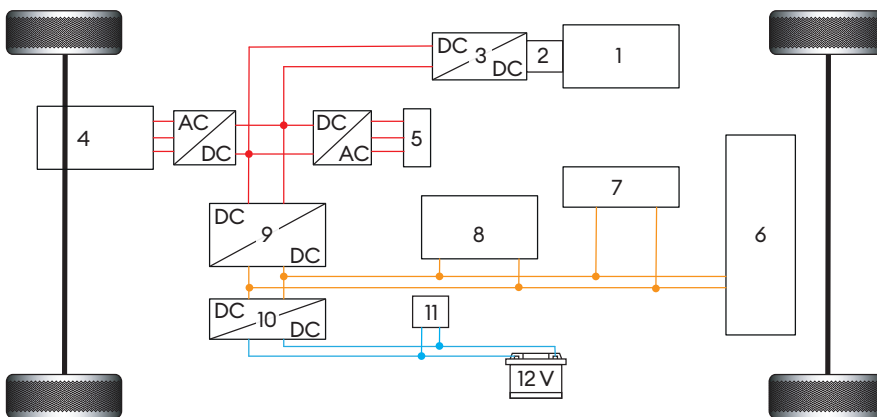

Fig. 1: rete di bordo FCEV
La struttura dell'impianto elettrico (fig. 1) è sostanzialmente paragonabile a quella di un BEV. È ancora disponibile un livello di tensione fino a 14 V, che si realizza con una batteria convenzionale da 12 V. In questo modo, molte utenze possono essere semplicemente riciclate e non devono essere adattate all'alto voltaggio. Come esempio, nella fig. 1 è stato integrato il servosterzo elettrico. Oltre alla rete di bordo da 14 V, però, ora abbiamo due livelli di alta tensione e non uno solo come avviene di solito. Questa differenza è causata dalla cella a combustibile, che è l'effettivo fornitore di energia e dalla batteria ad alto voltaggio, che non è progettata per la stessa tensione della cella a combustibile. Inoltre, sono necessari altri sistemi per l'approvvigionamento di idrogeno e per
Nella cella a combustibile, la tensione è generata da una reazione chimica. A seconda del numero di celle, nei modelli attuali la tensione può raggiungere i 370 V. Questo valore viene aumentato a 650 V nel convertitore step-up (3 nella fig. 1) direttamente dopo la cella a combustibile. Si utilizza un convertitore step-up poiché la tensione dalla cella a combustibile viene sempre aumentata. Grazie a questo aumento, la potenza in uscita è maggiore a parità di corrente, il che comporta un miglior rendimento elettrico. Questo perché a valori di corrente più bassi le perdite di tensione sulle linee e sui collegamenti diventano minori. La corrente in uscita viene rilevata tramite un sensore, in modo che la tensione necessaria possa essere regolata tramite il tempo di inserimento dei transistor MOSFET. Questo consente al motore elettrico di funzionare con una tensione compresa tra 370 V e 650 V. Ciò si traduce in prestazioni di guida sufficienti in tutte le situazioni operative. Nei convertitori DC/AC la tensione aumentata viene convertita in corrente alternata trifase. Questa alimenta sia il motore di trazione che il compressore dell'aria della cella a combustibile. La batteria AV ha un livello di tensione leggermente inferiore, pari a 310 V. Questo grazie all'uso di due pile con 42 celle agli ioni di litio ciascuna. La batteria AV ha diversi compiti in questo sistema elettrico. Poiché in caso di forte accelerazione la cella a combustibile
Il convertitore DC/DC (9 nella fig. 1), tra il convertitore step-up (3) e la batteria, viene utilizzato per regolare la tensione nel circuito. Grazie alla cella a combustibile, la batteria può essere ricaricata sia da ferma che durante la guida. Quando è ferma, la tensione generata dalla cella a combustibile viene trasformata nel livello di tensione richiesto dal convertitore DC/DC (9). Per ottimizzare questo processo di carica, la batteria è dotata di vari sensori che forniscono informazioni al sistema di gestione della batteria. Questo include un sensore di tensione che monitora il voltaggio della batteria e un sensore di corrente. Questi sensori vengono utilizzati per monitorare la batteria durante la carica e la scarica, al fine di ottimizzare il processo. Quando il veicolo è fermo e lo stato di carica della batteria è sufficientemente elevato, la cella a combustibile non funziona. Per questo motivo, al primo avviamento del veicolo viene utilizzata la batteria e per gli avviamenti successivi la cella a combustibile. Il terzo convertitore DC/DC (10) trasforma la tensione a 14 V per caricare la batteria da 12 V e, in base a questa, anche per alimentare le utenze. In questa parte dell'impianto elettrico possono essere installati anche uno o più condensatori. In caso di malfunzionamento, questi hanno il compito di continuare ad alimentare i vari elementi essenziali, come ad esempio il sistema elettronico della leva del cambio.